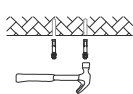

Figure 4
2. Fixez les vis dans les trous avec un marteau. (figure 4)